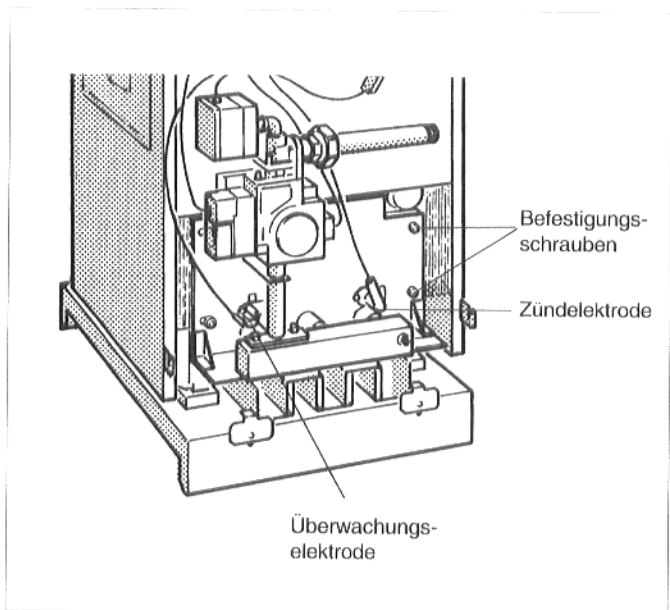

Abb. 23: G_224 L, Gasbrenner
- ★ Die vier Befestigungsschrauben am Brennerschild lösen (Abb. 23) und Gasbrenner herausnehmen .
- ★ Zünd- und Überwachungselektrode mit Distanzstücken vom Brennerschild demontieren (Abb. 23).